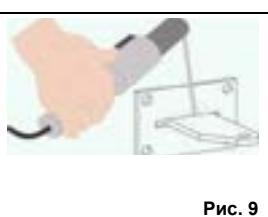

Рис. 9
- i- Задний кронштейн крепят в пазу пластины сваркой и винтами (рис. 9).